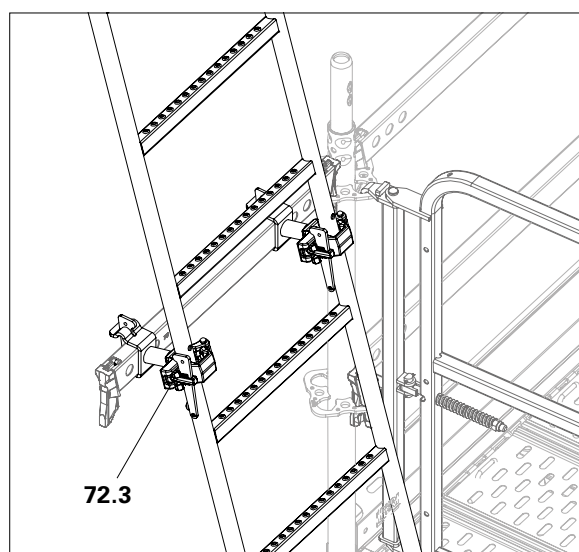

Abb. A9.02b
2. Leiter einlegen und Halbkupplung schließen. Keil festschlagen. (Abb. A9.02b)